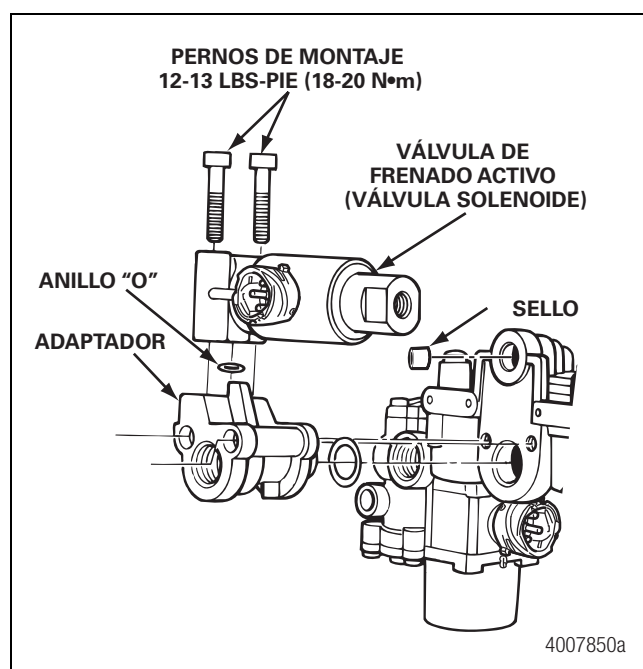

Figura 4.10
2. Use los dos nuevos pernos de cabeza Allen M8 para fijar la válvula solenoide a la pieza adaptadora. Use una llave Allen de 6 mm para apretar a 13-15 lbs-pie (18-20 N•m). Figura 4.10.